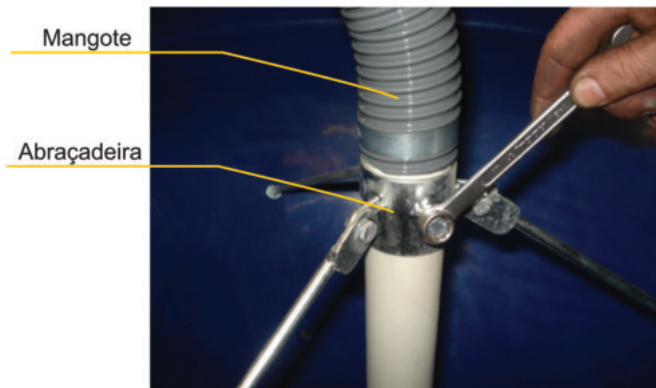

Figura 3
- Acople o cardan fêmea (figura 3) na TDF do trator e levante os dois cardans. Verifique se o tubo e a barra estão no comprimento adequado, se necessário corte as pontas tirando as rebarbas e deixando a folga mínima de 25mm, conforme figura 5.
9.1 - Afrouxar o parafuso sextavado que mantém o tubo de ar posicionado, de maneira a puxá-lo para cima. Soltar a abraçadeira de fixação do mangote com a chave combinada 1/2" para liberar o reservatório que deve ser retirado do chassi, Figura 3;